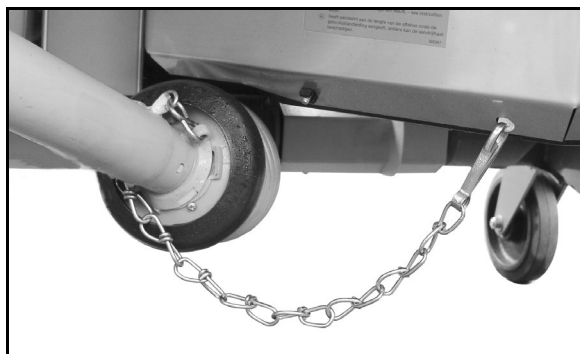

Fig. 58
13. Immobilisez la protection d'arbre à cardan en accrochant la chaîne à la machine (Fig. 58).